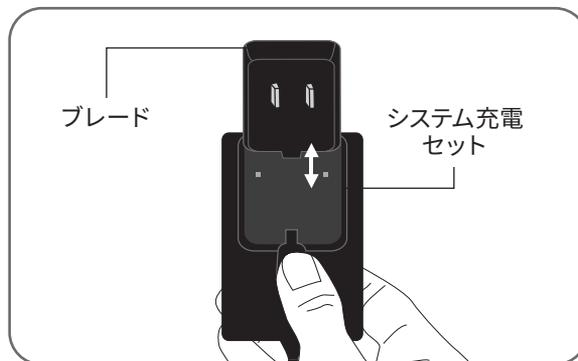

図 8-2: ブレードをシステム充電セットにスライドさせて取り付ける
2. 選択したブレードをシステム充電セットにスライドさせて取り付けます。図 8-2 を参照してください。